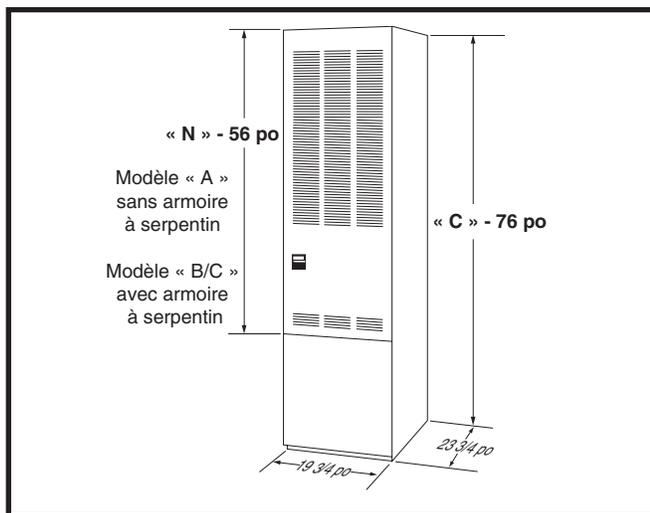

Figure 4. Dimensions totales
- Les dimensions de la pièce ou de l'alcôve doivent convenir à la taille complète des dégagements de la fournaise et de l'installation spécifiés dans le Tableau 1 et dans la Figure 4 (page 5).